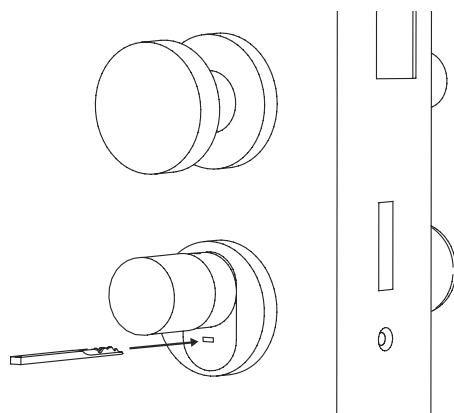

Fig. 11
① Pour ouvrir la serrure, ouvrez la clé de secours au niveau de la charnière puis engagez-la dans la fente pratiquée dans le couvercle de la serrure d'urgence (Fig. 11).
② Tournez la clé à 90 degrés dans le sens des aiguilles d'une montre. Tournez alors éventuellement le bouton extérieur un peu vers la droite et la gauche pour dégager le mécanisme. Après deux rotations complètes au maximum du bouton du cylindre, la serrure est ouverte.
③ Une fois la porte ouverte, tournez à nouveau la clé de secours dans sa position initiale (90 degrés dans le sens des aiguilles) et ôtez-la.
④ Pour que le cylindre de serrure revienne dans sa position de fermeture normale, faites faire au bouton extérieur deux tours complets dans deux directions. Ainsi, le mécanisme s'enclenche et la serrure d'urgence est entièrement fermée.